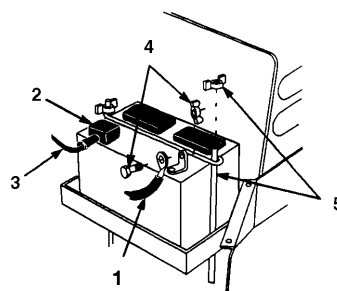

Figure 38
4. Débrancher le fil de terre négatif (noir) de la borne de la batterie (Fig. 38).
5. Soulever le capuchon en caoutchouc sur le câble positif (rouge). Débrancher le câble positif (rouge) de la borne de la batterie (Fig. 38).
6. Déposer les barres de retenue de la batterie (Fig. 38).